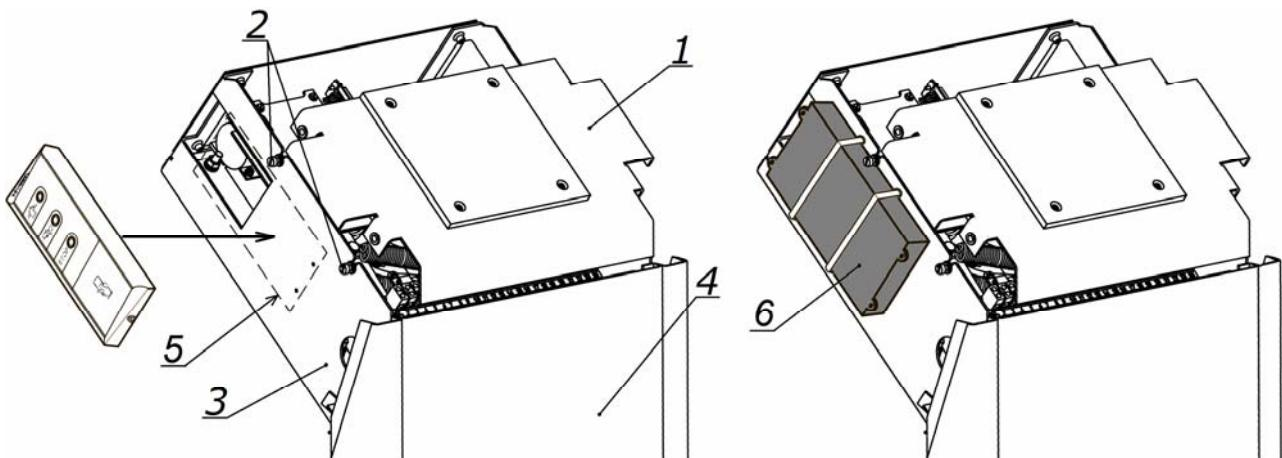

Рисунок 11. Вид турникета без крышки, места установки считывателей
5. Установите гильзы анкеров (15) в выполненные в полу отверстия так, чтобы они не выступали над поверхностью пола.
6. Снимите крышку турникета (2). Порядок снятия крышки см. в разд. 6.
7. Снимите усиливающую пластину (1, рис. 11). Для этого предварительно ослабьте отверткой шлицевой четыре винта крепления пластины (2, рис. 11).
8. Снимите заднюю стенку турникета (4, рис. 11). Для этого смешайте ее вверх вдоль стойки турникета, до тех пор, пока она не выйдет из зацепления со стойкой. Задняя стенка снабжена двумя парами зацепов, расположенными в ее верхней и нижней частях.
12. Подключите кабель (14) ПДУ (устройства РУ или контроллера СКУД) к выносной клеммной колодке **XS1**.
14. Подключите кабель питания (11) от источника питания турникета к выносной клеммной колодке **XS1**.
16. При необходимости произведите установку считывателей карт доступа на предусмотренные для этого места на стойке (5, рис. 11).
В каркасе турникета предусмотрены два резьбовых отверстия для крепления считывателей типа **PERCo-IR03.1**. Для установки других типов считывателей их можно установить на каркасе при помощи двустороннего скотча, а также при помощи винтов или хомутов, просверлив отверстия по месту (см. рис. 11). Для подключения считывателей используйте свободные контакты (15 - 24) клеммной колодки **XS1**.